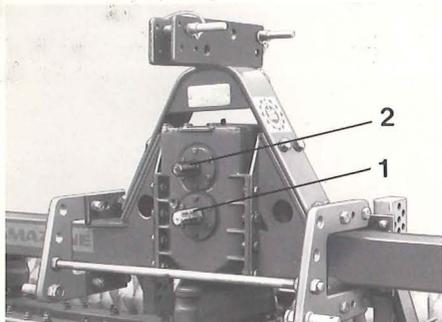

Fig. 17
**4.1 Boîtier vario (RE-V) pour l'entraînement avec prise de force 1000 tr/min et 540 tr/min (fig. 17).** La prise de force inférieure (fig. 17/1) doit être entraînée au régime **maximal** de 540 tr/min. La prise de force supérieure (fig. 17/2) doit être entraînée au régime **maximal** de 1000 tr/min. Cette prise de force supérieure peut bien entendu être entraînée au régime de 540 tr/min.